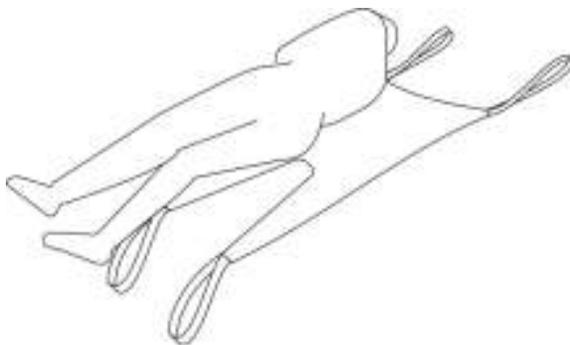

Figura 21. Forma de poner el arnés universal desde la posición acostado.
- ✓ Gire de medio lado al paciente y ubique el arnés bajo su espalda. luego gírelo para el lado contrario y termine de sacar el arnés por debajo de su espalda. (ver figura 21) Tenga especial cuidado de que cuando realice este procedimiento, el paciente quede centrado verticalmente en el arnés y de que la parte en la cual finaliza la “espalda del arnés” quede ubicada en la línea sacra.